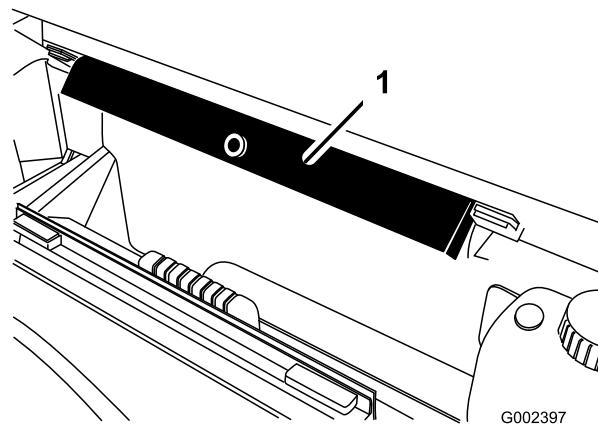

Figura 12
2. Togliete il supporto di sicurezza dalle staffe di stoccaggio sul retro del pannello ROPS (Figura 12).